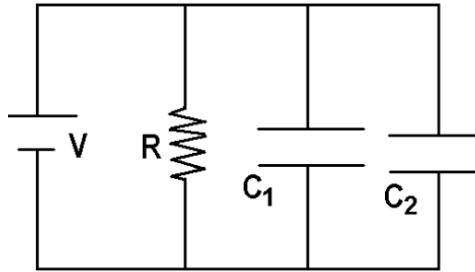

Figura 2: Diagrama del circuito, V representa el voltaje entregado por la fuente de poder. R representa la resistencia; C_1 y C_2 representan los condensadores.
- k)** Descargue los condensadores. Arme el circuito como lo muestra la figura 2 donde $R = 1 \text{ M}\Omega$, $C_1 = 10 \mu\text{F}$, $C_2 = 4,7 \mu\text{F}$ y $V = 12 \text{ V}$. (*No alimente el circuito aún*).